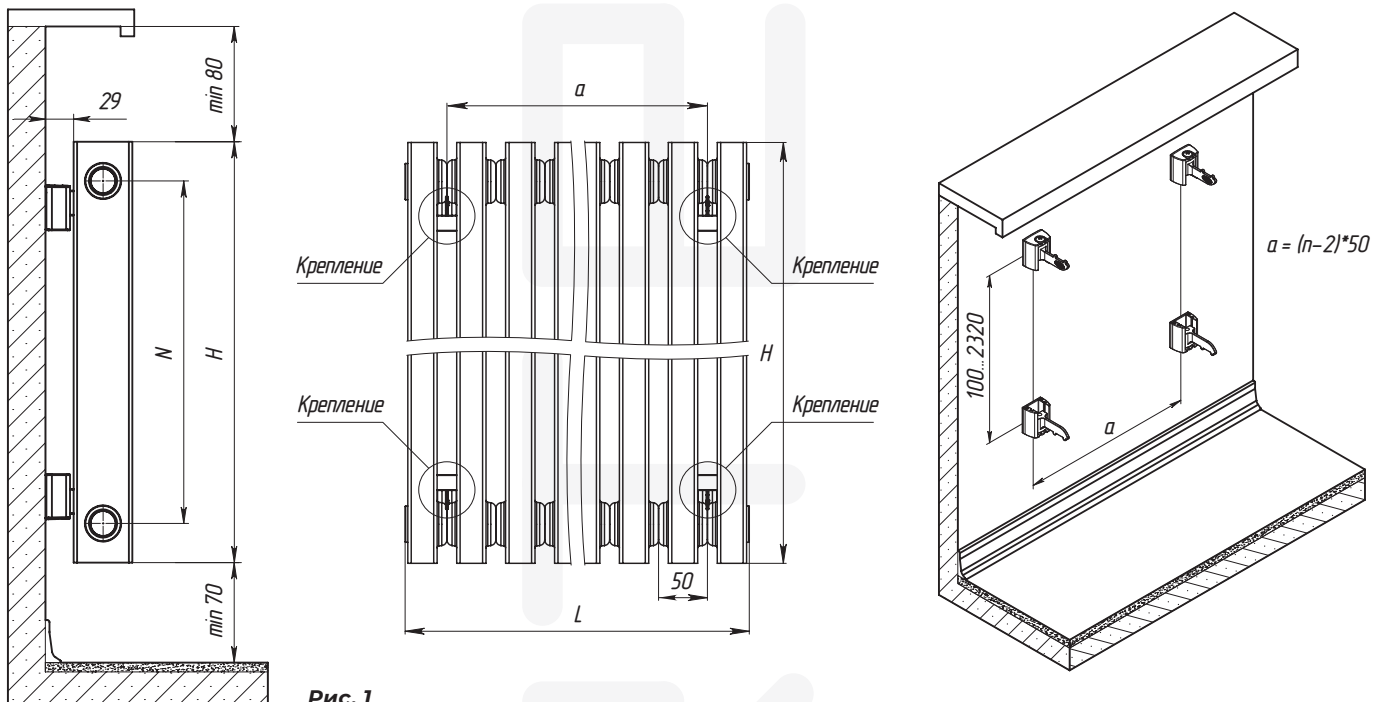

Рис. 1
2.7. Для оптимальной теплоотдачи радиатора кронштейны должны обеспечивать положение прибора согласно **Рис. 1**. В условиях, когда настенные кронштейны установить невозможно, используют радиаторы, укомплектованные напольными кронштейнами. Максимальная высота радиатора, устанавливаемого на напольные кронштейны — 580 мм. Инструкция по установке этих кронштейнов входит в комплект креплений. Напольные кронштейны поставляются для вертикальных радиаторов TQB 6018; 6028; 6038; 6043; 6048; 6053 и 6058.
6.1. При монтаже радиатора TQV необходимо выдерживать минимальные расстояния в соответствии с **Рис. 1**. Схемы подключения радиаторов с боковым подключением приведены на **Рис. 2–5**. Оптимальные схемы подключения приведены на **Рис. 2–3**.